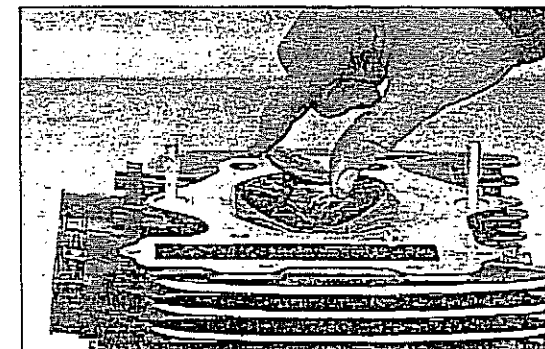

Bild 157
-  Durchmesser der Ventilschäfte messen. Mit Kugellehre, Messdorn oder Innenmikrometer Innendurchmesser der Ventilfehrungen messen, zuvor sorgfältig alle Ölkohlereste an den Ventilschäften und Tellern entfernen, um Mess-Ergebnis nicht zu verfälschen (Sollspiel/Einlass 0,01–0,037 mm, Sollspiel/Auslass 0,03–0,057 mm). Bild 157 zeigt grobe Werkstattmessmethode zur Spielermittlung.